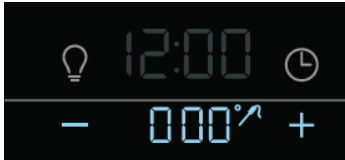

Figure 24 : Sonde insérée et prête pour le réglage de la température
3. Lorsque la sonde est insérée, un signal sonore retentit et l'icône de la sonde apparaît (Voir Figure 24). Fermez la porte du four.